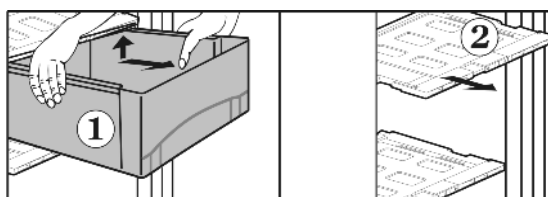

Рис. 19
▶ Вытащите ящик Рис. 19 (1) до упора.
▶ Крышка ящика Рис. 19 (2) с регулятором влажности снимается, потянув вверх и вперед.